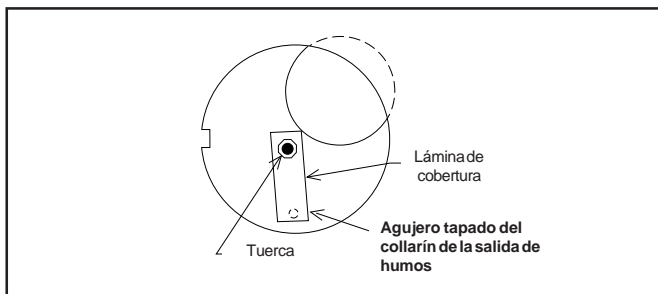

Figura 15. Detalle del collarín de la salida de humos de la G6RA
2. Quitar la tuerca y la lámina de cierre del conjunto del collarín de ventilación y desechar esta última. Seleccionar la lámina de cobertura de composición apropiada, según se indica en el kit de salida de humos N° 903196. Encajar el agujero de salida en la lámina de cobertura sobre el tachón soldado. Esta lámina debe cubrir el agujero(s) del conjunto del collarín de ventilación. Apretar bien la tuerca, mientras se mantiene la lámina en su posición correcta. (Ver figura 15).